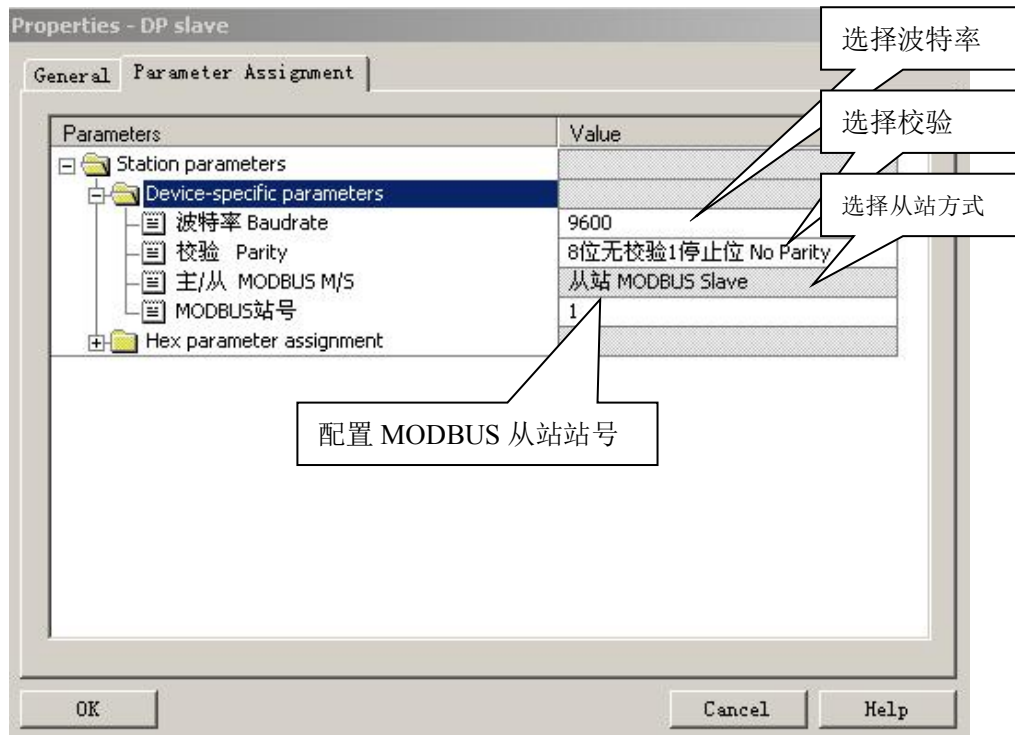

图 5-11
- ① **配置 RS232 波特率：**选中“波特率 Baudrate” → “Value”，本产品支持 2400-57.6K，见图 5-11。
- ② **选择“校验”：**同①选择“校验 Parity”，支持 8 位无校验 1 个停止位、8 位偶校验 1 个停止位、8 位奇校验 1 个停止位和 8 位无校验 2 个停止位，见图 5-11。
- ③ **“主/从”：**产品设置成从站，使用 GSD 文件 DS\_MSV33.GSD，只能选择 MODBUS 从站方式。同①选择“从站”，见图 5-11。
- ④ **配置 MODBUS 从站地址：**
选中“MODBUS 站号 1” → 填写从站号 → OK，见图 5-11 所示。